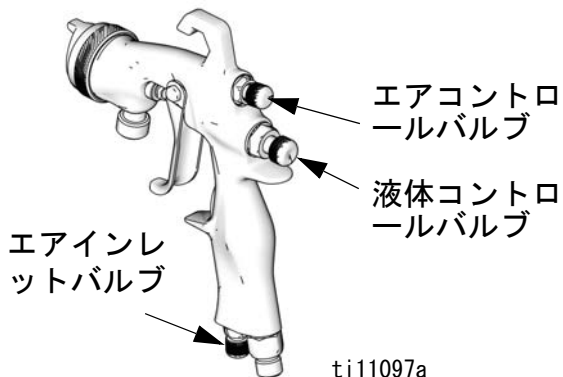

図 3
2. 完全なファンパターンを得るには、エアコントロールバルブを反時計回りに回します。図 3 を参照してください。
3. 丸いパターンを作成するには、時計回りにエアコントロールバルブを完全に回すことによって、パターンエアをオフにします。図 3 を参照してください。
10. 噴霧化を改善するには、液体流量を減少させます。エア圧を増加させると、噴霧化が改善する場合がありますが、転送効率 (TE) が悪くなるか、または操作が規格に準拠しなくなることがあります。